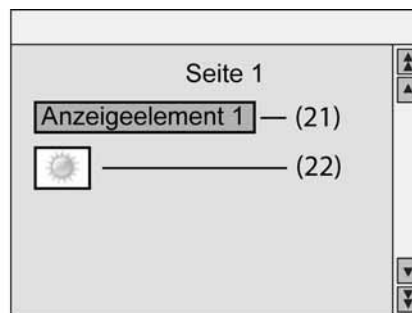

Bild 11: Arten von Anzeigeelementen
- i** Zusätzlich zu einem Elementsymbol (siehe Bild 11) kann den Anzeigestatuswerten des Elements auch jeweils ein Statussymbol zugewiesen werden (siehe folgender Abschnitt "Anzeigefunktion"). Es ist zu beachten, dass sich in Abhängigkeit der projektierten Symbolposition die Elementsymbole und die Statussymbole ggf. überlappen. Dabei überschreibt ein Statussymbol ein Elementsymbol. Ein Statussymbol überschreibt auch den Anzeigetext eines Elements.